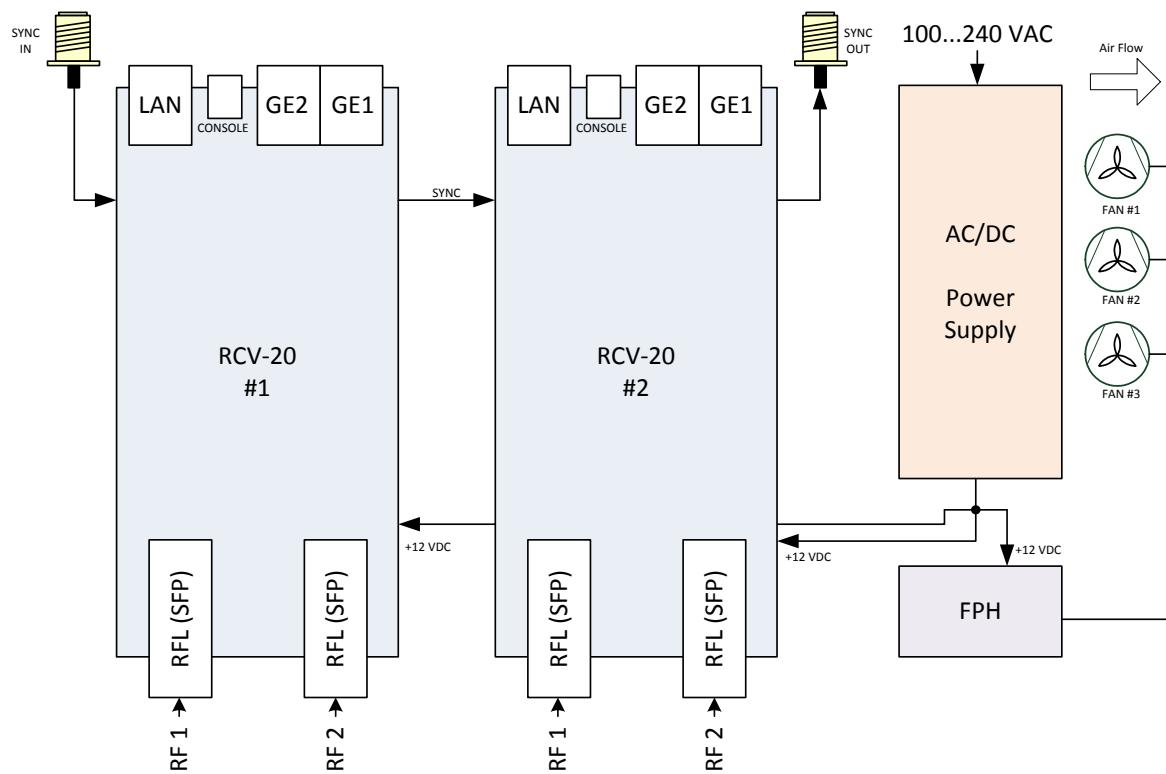

Рисунок 5.1 – Функциональная схема приемника «RCV-20x» в четырехканальном варианте исполнения
5.1.1 Приемник «RCV-20x» состоит из следующих основных узлов (рис. 5.1):